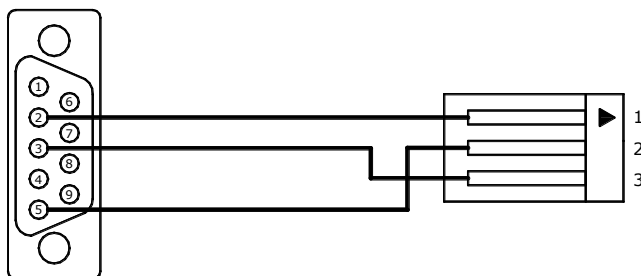
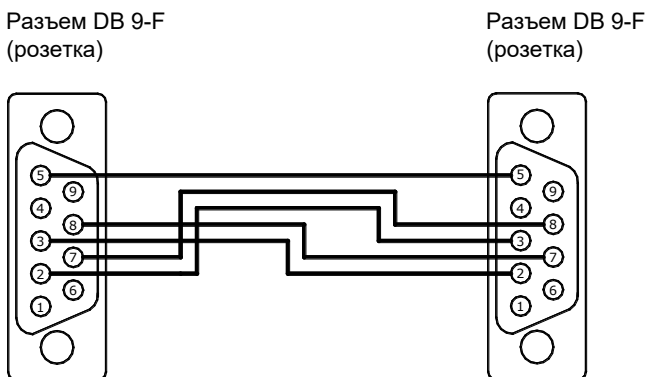

Рис. 7.4
Рис. 7.5
6.5.2 В случае, когда теплосчетчик поставляется с установленным переходным кабелем (см. карту заказа, ПРИЛОЖЕНИЕ А), для считывания данных по интерфейсу RS-232C в ПК необходимо подключить к переходному кабелю, изображенному на Рис. 7.4, нуль-модемный кабель (см. Рис. 7.5).
6.5.3 Для считывания данных по интерфейсу RS-232C в адаптер переноса данных необходимо подключить адаптер к переходному кабелю (см. Рис. 7.4).